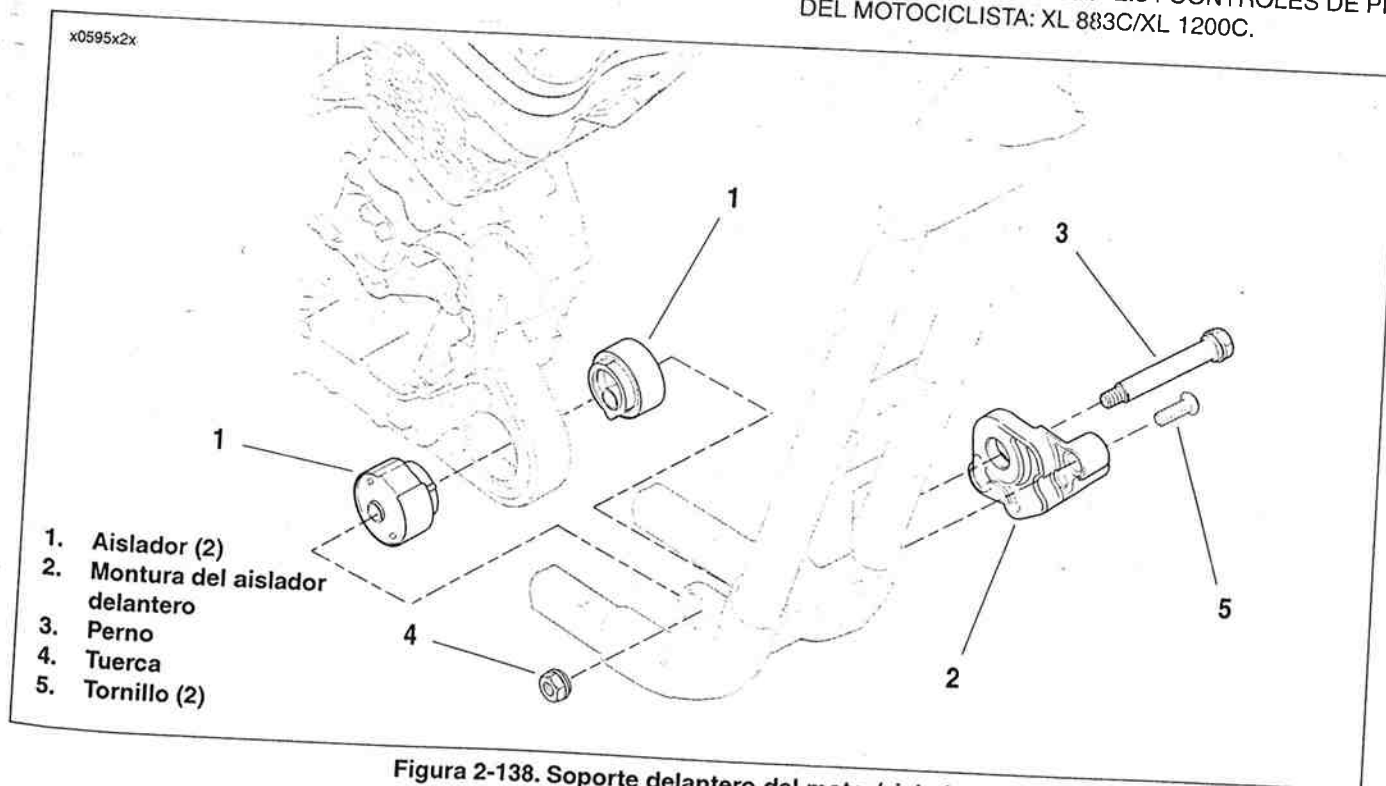

Figura 2-138. Soporte delantero del motor/aislador
Vea la Figura 2-138. En el siguiente paso, puede ser necesario usar el gato para subir o bajar levemente el motor para ayudar a extraer el perno (3).
7. Vea la Figura 2-138. Quite la tuerca (4) y perno (3) del conjunto del soporte delantero del motor/aislador.
8. Extraiga los tornillos (5) de la montura delantera del aislador (2) en el lado izquierdo de la motocicleta. Quite la montura del aislador y el aislador izquierdo delantero (1).
9. Cuidadosamente con un movimiento de palanca, separe el extremo delantero del motor hacia la izquierda aproximadamente una pulgada. Quite el aislador derecho (1) del cárter.